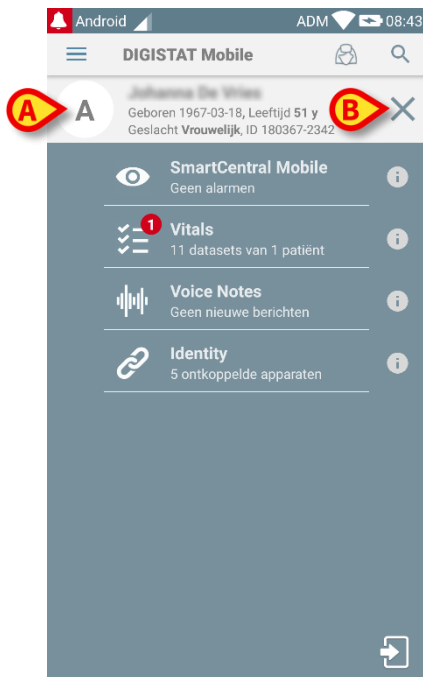

Fig 42
Patiëntgegevens staan bovenaan de pagina (Fig 42 **A**). Alle gegevens in alle DIGISTAT® Mobile-modules worden nu gefilterd door de patiënt (d.w.z. alle en alleen de geselecteerde patiëntalarmen/meldingen worden weergegeven).
- Tik op het kruis dat wordt aangegeven in Fig 42 **B** om de patiënt te deselecteren.